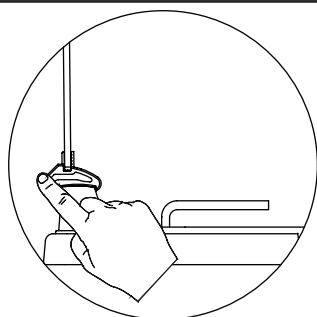

Figura 1
- 1.** Conforme mostrado na figura 1, a porta de vidro pode ser fechada premindo com um dedo o fecho localizado na mola de plástico.